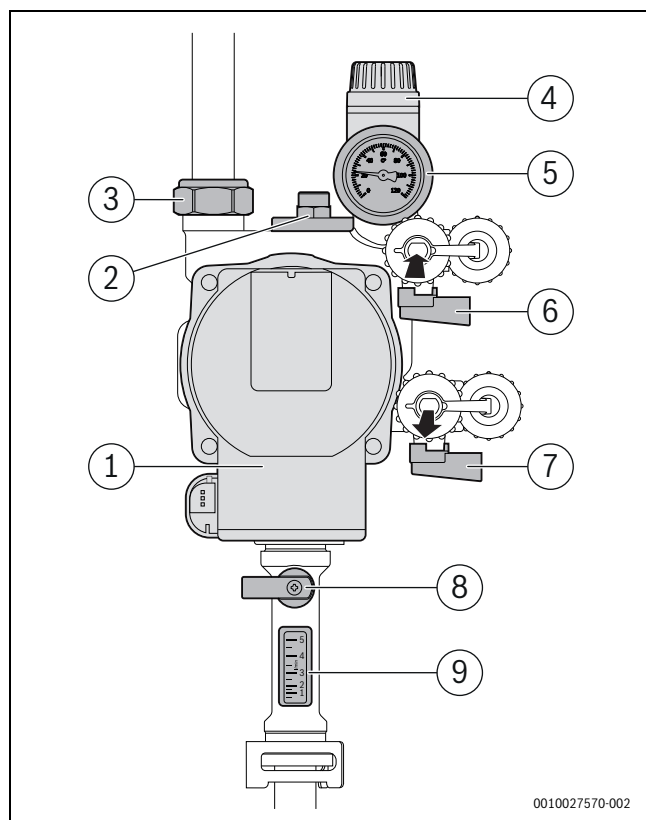

Fig. 192 Aperçu groupe de transfert
Raccorder le dispositif de remplissage au robinet de remplissage et de vidange de la pompe solaire (→ figure 192) :
- ▶ Raccorder le côté pression du dispositif de remplissage au robinet de remplissage et de vidange (→ Figure 192, [6]).
- ▶ Raccorder le côté aspiration du dispositif de remplissage au robinet de remplissage et de vidange (→ Figure 192, [7]).
- ▶ Ouvrir les robinets de remplissage et de vidange (→ Figure 192, [6] et [7]).
- ▶ Pendant la purge, brider plusieurs fois rapidement le robinet de remplissage et de vidange côté aspiration (→ fig. 192, [6]), puis l'ouvrir rapidement entièrement.
- ▶ Pendant les changements de vitesse, surveiller l'aiguille du manomètre sur le groupe de transfert (→ Figure 192, [5]).
Lorsque l'aiguille du manomètre (→ Figure 192, [5]) indique des variations de pression au moment de l'enclenchement et de l'arrêt de la pompe solaire, continuer à purger l'installation solaire.
- ▶ Laisser tourner la pompe solaire env. 10 min et contrôler la circulation sur le débitmètre (→ Figure 192, [9]).
- ▶ Purger une nouvelle fois l'installation solaire par le purgeur automatique de la pompe solaire haute efficacité (→ fig. 192, [2]) et régler la pression de service à 2,5 bar. Pour les installations avec une différence de hauteur supérieure à 12 m, respecter les indications du chap. 14.1.3 page 98.
- Lire le débit sur le débitmètre (→ Figure 192, [9]).
- Brider le débit avec le robinet de réglage du limiteur de débit (→ figure 192, [8]) jusqu'à ce que le débit descende sous la valeur maximale.